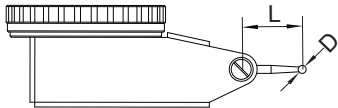

fig.6
- 4. Cada tipo de indicador de teste de mostrador tem um comprimento específico de pontas (L, fig. 6). Se o comprimento não estiver correto, haverá erro de medição. Consulte a tabela a seguir para escolher as pontas corretas.